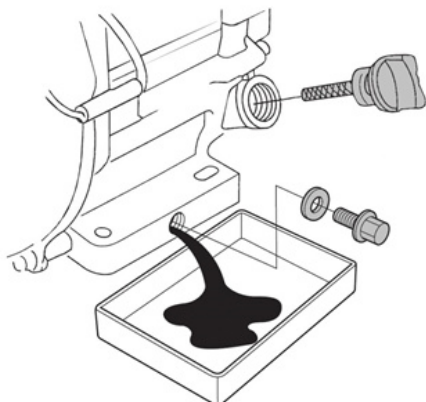

Рис. 17 Замена масла в двигателе
4. Очистите от загрязнений зону вокруг маслязаливной горловины. Извлеките крышку-щуп из маслязаливной горловины (Рис. 17) и протрите щуп чистой ветошью.
(1) Техническое обслуживание должно осуществляться более часто, при работе в пыльных условиях.
(2) Данный вид работ необходимо выполнять в авторизованном сервисном центре.
- Открутите пробку для слива масла и слейте отработанное масло в подготовленную для этого емкость (Рис. 17).